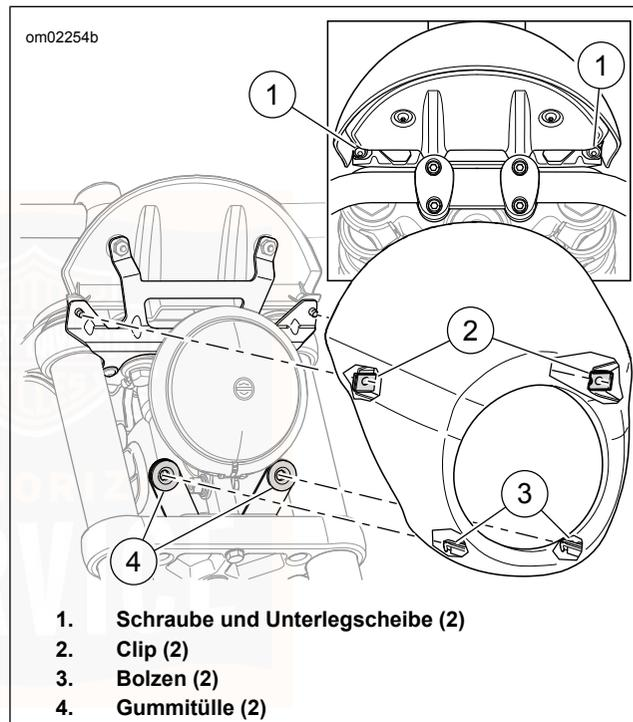

Abbildung 77. Cockpit-Verkleidung: FXDLS
1. Siehe Abbildung 77. Die Schrauben und Unterlegscheiben (1) entfernen.
2. Die Bolzen der Cockpit-Verkleidung (3) aus den Gummitüllen (4) in der unteren Halterung ziehen.
1. Siehe Abbildung 77. Die Bolzen der Cockpit-Verkleidung (3) an den Gummitüllen (4) in der unteren Halterung ausrichten.
3. Die Clips (2) der Cockpit-Verkleidung an den Gewindebohrungen in der oberen Halterung ausrichten.
4. Die Schrauben und Unterlegscheiben (1) einbauen. Auf folgendes Drehmoment anziehen: 2,3–3,3 N·m (21–29 in-lbs).